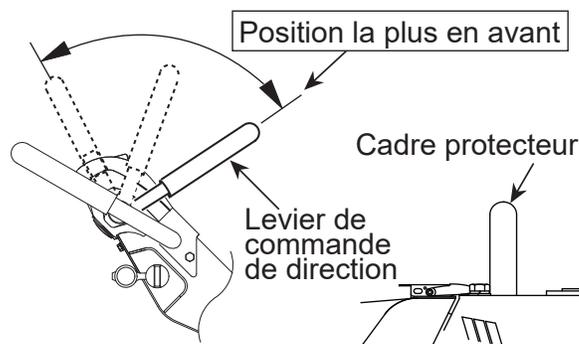

Figure 30. Levier de commande de direction (Position marche avant)
7. Avec le levier de commande de direction dans la position la plus en avant, fixez le cadre protecteur avec une corde pour l'immobiliser (Figure 30).